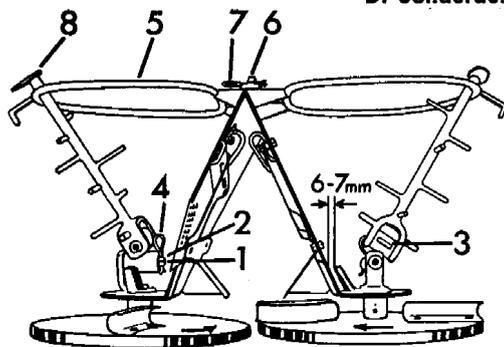

Abb. 4
16. **Regelmäßig** den **Abstand** (6-7 mm, s. Abb. 4) zwischen **Trichterwand** und **Rührfinger überprüfen!** Rührfingerspitze eventuell nachbiegen. Zu stark verschlissene Rührköpfe austauschen.
- Beim Einbau der Rührköpfe ist darauf zu achten, daß der Rührfinger über der gekrümmten Streuschaufel steht und die aufgeschweißte Schneide in Drehrichtung vorausleift (s. Abb. 11). Das Schneidmesser muß außerdem an der Düngeraustrittöffnung einen Abstand von 6-7 mm haben (siehe Abb. 4), und der Rührkopf darf nicht auf dem Trichterboden schleifen. Bei Berühren Trichterboden etwas nach unten drücken!